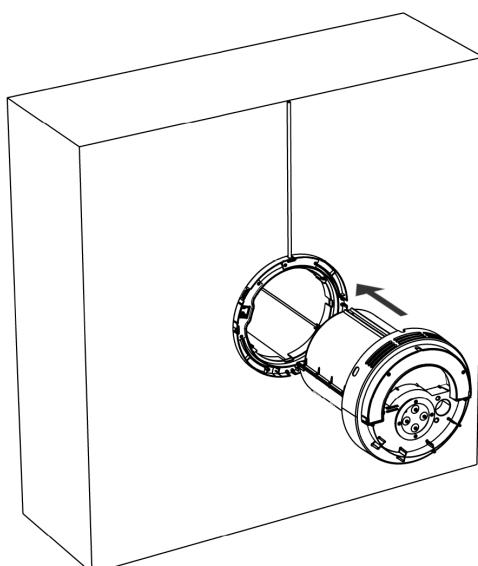

Figure 42 - Centrale montée dans le tube
1. Insérez la centrale avec précaution dans le tube du mur, les rainures en plastique étant orientées vers le haut (voir Figure 42 ci-dessous).